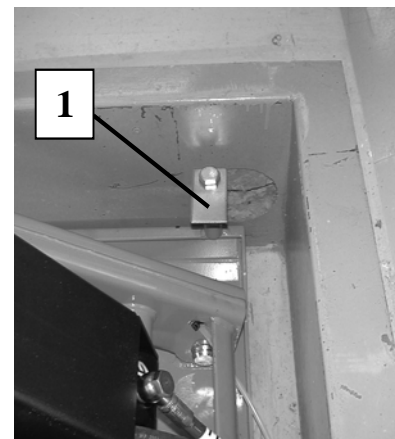

Fig.13
SYNCHRONISATIESCHAKELAAR (FIG.13)
De synchronisatieschakelaar die gemonteerd is aan de onderkant van het hefplatform moet zodanig gemonteerd worden dat deze in de onderste positie van de hefbrug 1 tot 3 mm vrij ligt van het metalen plaatje zie ref.1 Fig.13